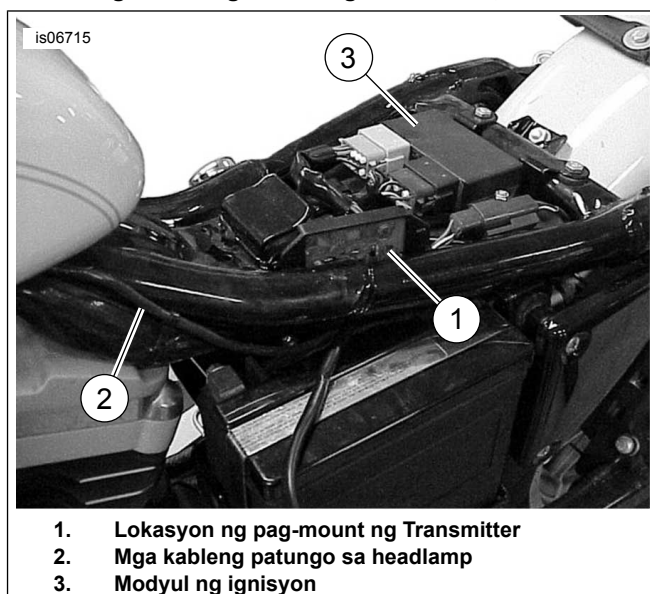

Figure 8. Pag-mount ng Transmitter at Pagruruta ng Kable (2003-Mas Lumang Sportster)
2. Tingnan ang Figure 8 . Iposisyon ang transmitter (1) sa pangunahing harness ng kable na nasa lugar sa ilalim ng upuan, sa pinakamalayong maaari mula sa tangke ng langis. Ikabit ang transmitter sa harness gamit ang mga kableng strap mula sa kit.